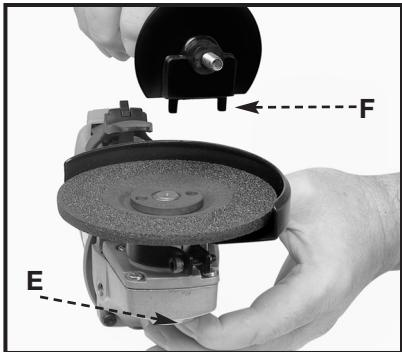

Fig. 7
- Déprimez l'épingle de freinage du mandrin (E) Fig. 7 et maintenez-la dans cette position tout en tournant la meule à la main dans les sens des aiguilles d'une montre jusqu'à ce que le verrou du mandrin soit engagé.
- Maintenir le blocage de l'arbre enclenché tout en plaçant les ergots de la clé à ergot (F) Fig. 7 dans les trous du flasque externe. Serrer fermement en tournant en sens horaire.